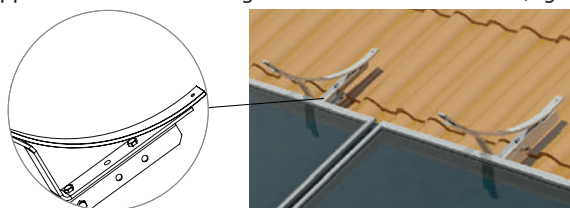

Figura 2.19
- 8 Avvitare i due supporti del serbatoio. Stringere tutti i bulloni della base. (Figura 2.19)